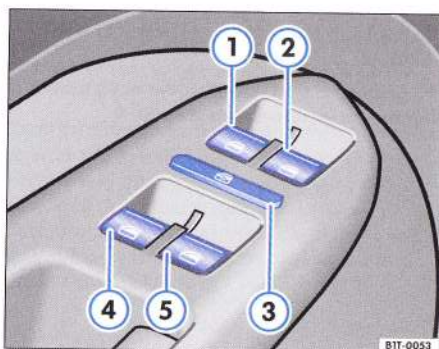

Fig. 33 Imagine din ușa conducătorului: Taste pentru geamurile din față și din spate.
- Apăsați tastele respective ⇒ fig. 33 ①, ②, ④ sau ⑤, pentru a deschide geamul respectiv.
- Apăsați tastele corespunzătoare ⇒ fig. 33 ③, pentru a închide geamul respectiv ⇒ ⚠.
Tastele ⇒ pagina 50, fig. 33 ①, ⇒ pagina 50, fig. 33 ②, ⇒ pagina 50, fig. 33 ④ și ⑤ au două poziții pentru deschiderea și două pentru închiderea geamurilor. Astfel este mai ușor de controlat procesul de deschidere și închidere a geamurilor.